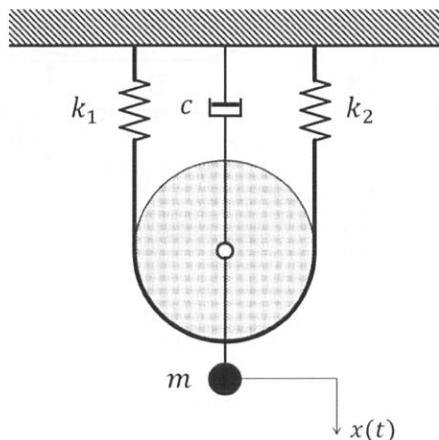

図3-1
図3-1に示す、ばね1, 2, ダッシュポット, 滑車および質点からなる系を考える。ばね1, 2はそれぞればね定数 k_1, k_2 を有し、ダッシュポットの粘性減衰係数を c 、質点の質量を m とする。重力加速度は g であるとし、系の平衡状態における質点の位置からの変位を $x(t)$ として下向きを正とする。ばね1, 2は質量が無視できるワイヤーで一端を天井に結合され、他端はワイヤーで相互に結合されたうえで滑車にかけられている。ダッシュポットの一端も天井にワイヤーで結合されており、もう一端は滑車の回転軸に取り付けられている。また、質点はワイヤーで滑車の回転軸からつるされている。滑車は、回転軸周りに自由に回転でき、回転軸に摩擦はなく、その質量および慣性モーメントは無視できるものとする。ワイヤーと滑車は滑らず、ワイヤーは伸縮せざるまないとして、以下の問い合わせに答えなさい。
- (1) ばね1, 2が自然長である状態から静かに質点を下すと、質点はその位置から h だけ下へ変位し平衡状態となった。このときの、ばね1, 2それぞれの伸び x_1, x_2 を求めなさい。
- (2) 図3-1に示すばね1, 2を1つのばねと見たとき、その合成ばね定数 k を k_1, k_2 で表しなさい。
- (3) この系の $x(t)$ に関する運動方程式を求めなさい。また、これに対応する特性方程式を示しなさい。
- (4) 質点を平衡状態から微小量 x_0 だけ下方に引き下げ、時刻 $t = 0$ で静かに放したところ、減衰振動を見せた。円振動数を ω_n として質点の平衡状態からの変位 $x(t)$ を表す式を求めなさい。
- (5) 円振動数 ω_n および減衰比 ζ を求めなさい。
- (6) 図3-1の系に対し、その変位応答が臨界減衰となるように設計したい。このときに必要なダッシュポットの粘性減衰係数 c_c を求めなさい。